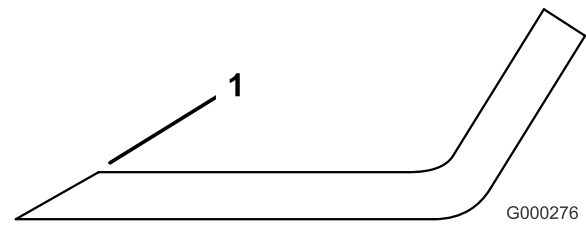

Figure 47
1. Au moyen d'une lime, aiguiser les tranchants aux deux extrémités de la lame (Figure 47). Veillez à conserver l'angle de coupe d'origine. Limez la même quantité de métal sur chacun des deux tranchants pour ne pas déséquilibrer la lame.